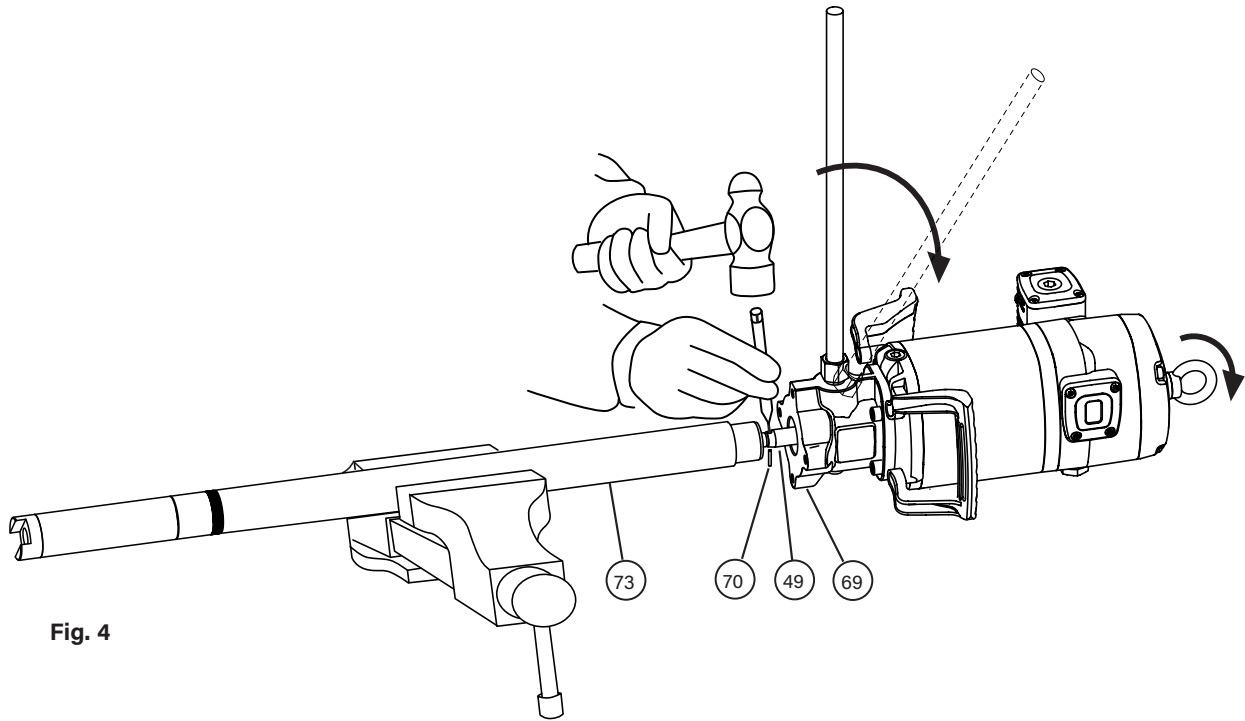

Fig. 4
1. Fix the pump in a vise in horizontal position (fig. 4). Gently tap the upper tube with a hammer (73) close to the body (69) in order to break the thread locker.
3. Once unscrewed, pull the motor away until the elastic pin (70) into the rod (49) becomes visible. With a hammer and a suitable pin punch, eject the pin (70). The motor becomes loose.
1. Fije la bomba en posición horizontal en una mordaza (fig. 4). Dé unos golpes con un martillo en el tubo superior (73), cerca de la unión con el cuerpo (69) para romper el sellador de rosca.
3. Una vez desenroscado, tire del motor hasta ver el pasador (70) del vástago (49). Con un martillo y un botador, saque el pasador (70). El motor queda suelto.